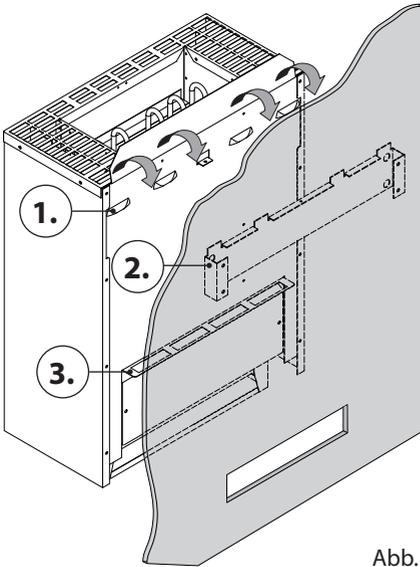

Abb. 4
- Das Saunaheizgerät mit den Aufnahmeschlitzen (1) der Rückwand in der Wandhalterung (2) einhängen und an den Abstandhalter (3) anlegen (Abb. 4).